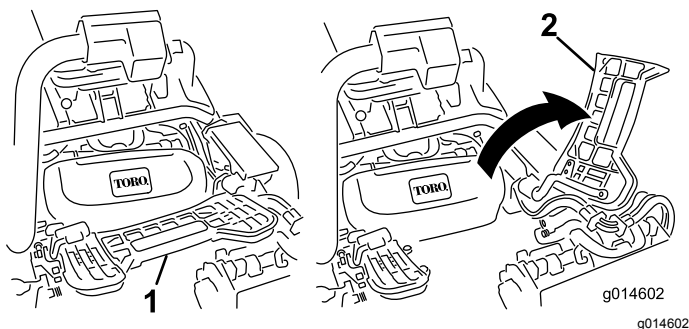

Bild 35
2. Heben Sie die Fußplattform an und schwenken sie in die geöffnete Stellung, um die Stellung der mittleren Schneideinheit zugänglich zu machen (Bild 35).